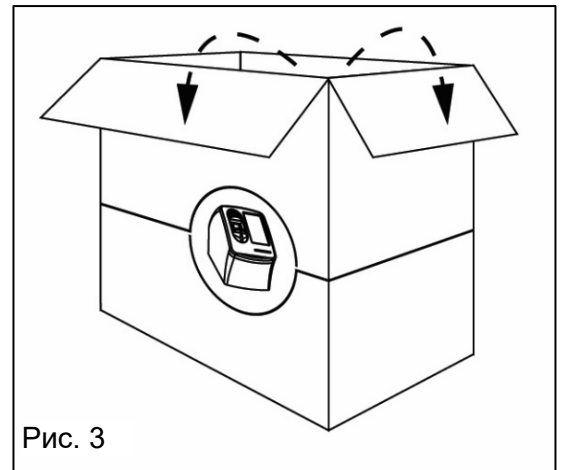

Рис. 3
2.2.1. Расположите коробку вертикально и откройте верхние створки (рис. 3).